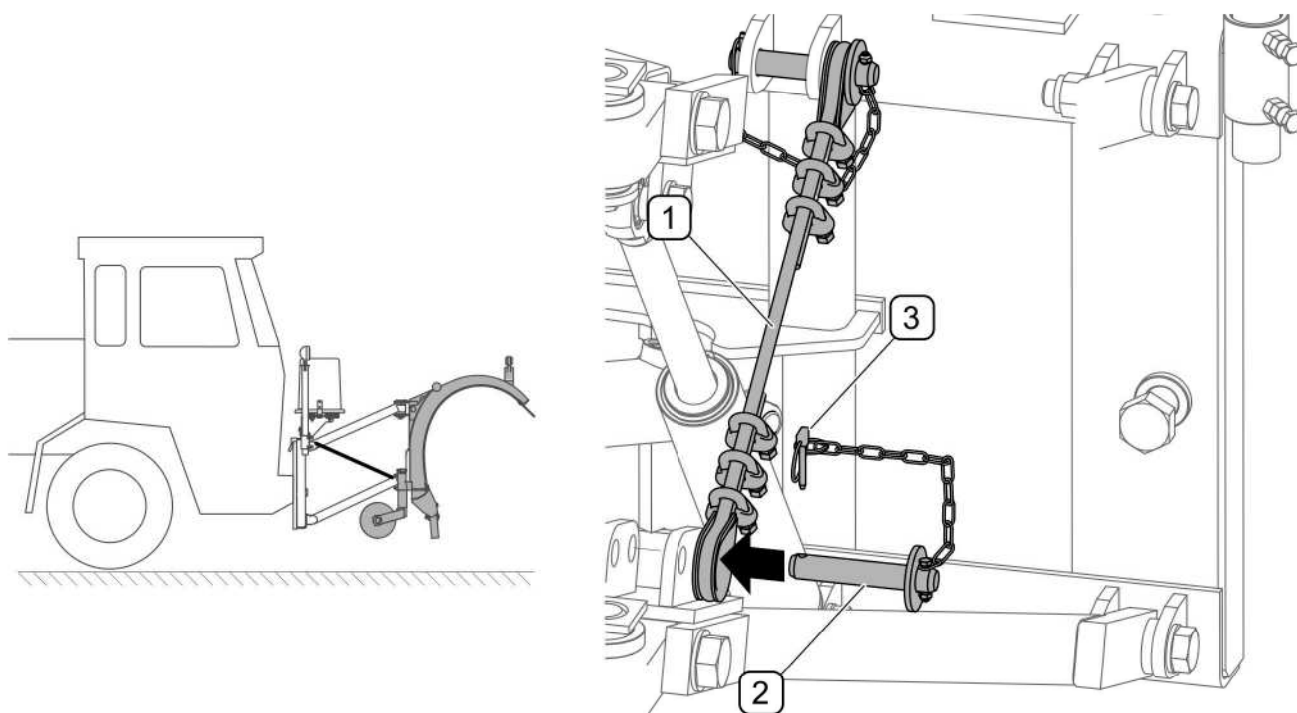

РИСУНОК 4.16 Блокировка на время транспорта
- На время передвижения с поднятым плугом необходимо надежно зафиксировать систему навески для предохранения от самопроизвольного оседания и случайного опускания при помощи блокировки на время транспорта (РИСУНОК 4.16)
Для блокировки системы подвески на время транспорта (РИСУНОК 4.16) необходимо: